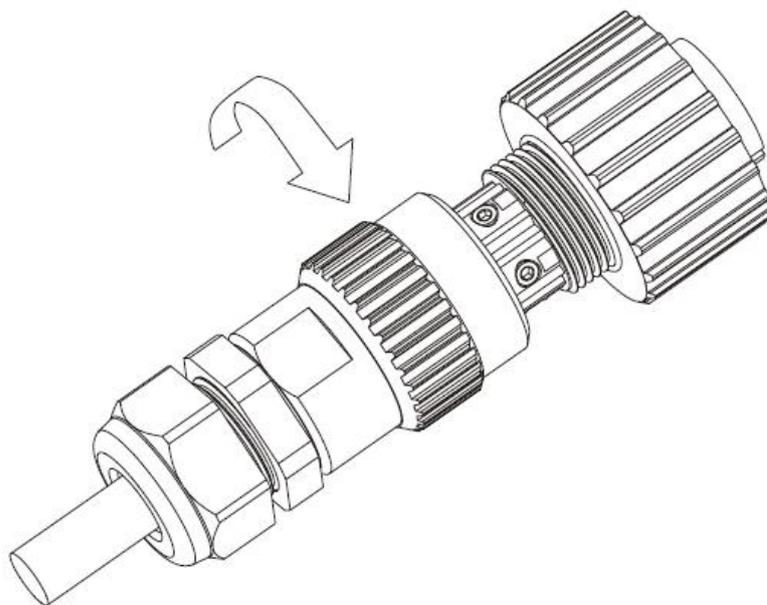

图 4-5 连接器锁紧
**步骤 4:** 将螺纹套管推到连接端子上，直到两者都锁紧。如图 4-5: